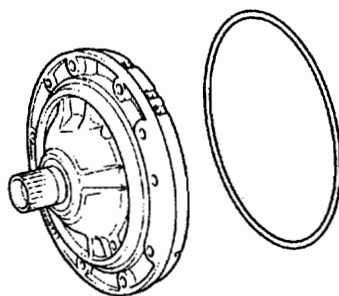
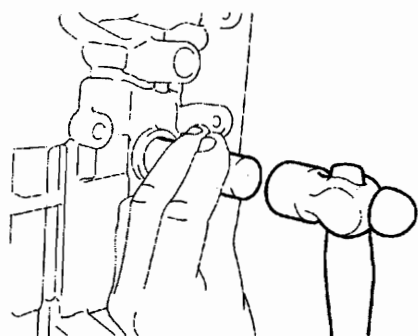

图 12-1-83
图 12-1-84
②如图 12-1-83 所示, 将 ATF 涂到新的 O 形圈上, 然后安装到油泵总成的外围。将油泵穿过输入轴, 将油泵总成的螺栓孔与变速器壳对齐。固定住输入轴, 轻轻地压油泵体, 使油密封环滑入超速挡直接离合器鼓。注意: 不要用力推油泵, 否则油密封环可能会粘到超速挡直接离合器鼓上。
③安装 10 个螺栓, 拧紧力矩为 $21\text{N}\cdot\text{m}$ 。
(32) 安装手动阀杠杆轴油封。如图 12-1-84 所示, 用 SST 推入两个新的油封, 在油封唇口上涂抹 MP 润滑脂。